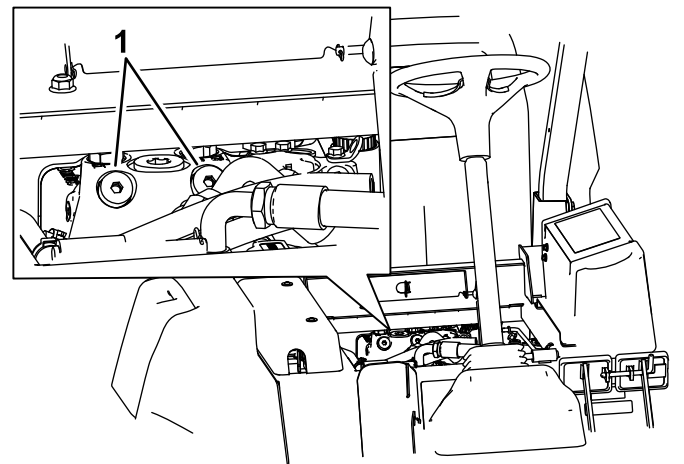

Figura 58
1. Levante el asiento y localice las válvulas de desvío, que están situadas debajo de la parte delantera del depósito de combustible (Figura 58).